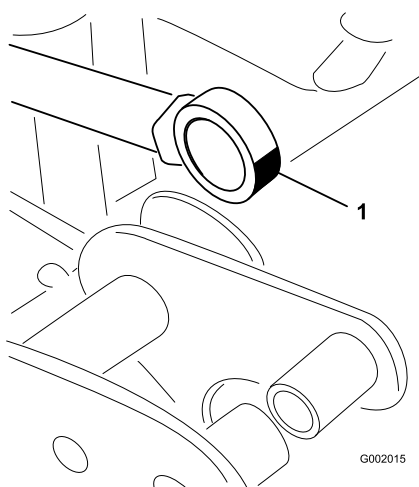

Figura 37
5. Manipolate il lato cuscinetto dell'asta dell'attuatore ed inserite il grasso nel cuscinetto (Figura 37). Tergete il grasso superfluo.